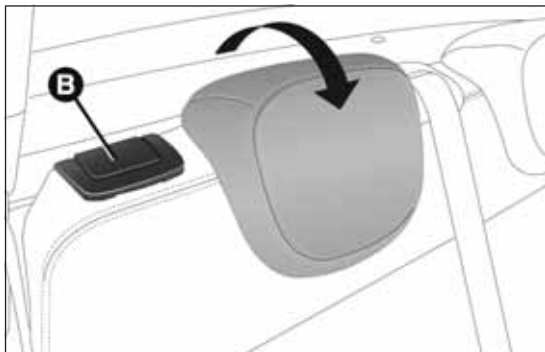
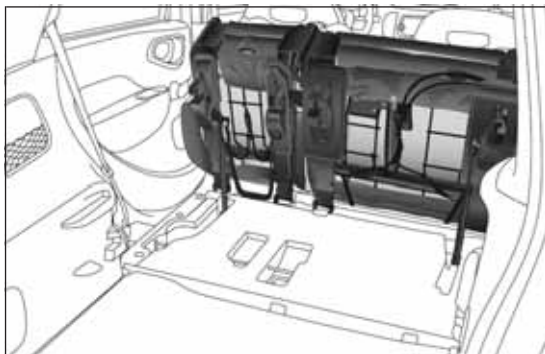

fig. 3
fig. 4
- ❑ levantar la palanca de desenganche B fig. 3 para abatir completamente el asiento de la segunda fila: el respaldo y el cojín se abatirán automáticamente hacia delante (ver fig. 4). Si es necesario, acompañar el respaldo en la primera parte del abatimiento.